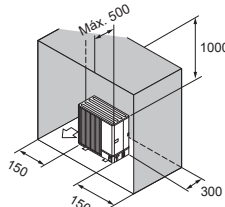

Fig. 2-11
- (6) Obstrucciones o superficies cerradas solo en las partes posterior, laterales y superior (Fig. 2-11)